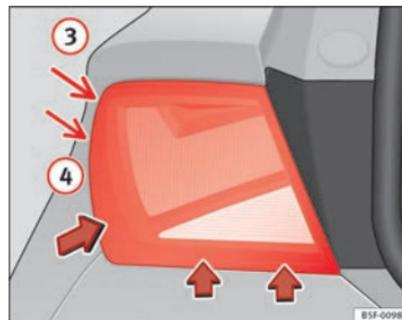

Abb. 193 Ausbau der
- Bewegen Sie die Leuchte in Richtung der Pfeile hin und her, bis sie sich aus der Aufnahme löst (Positionen ③ und ④) ⇒ Abb. 193.